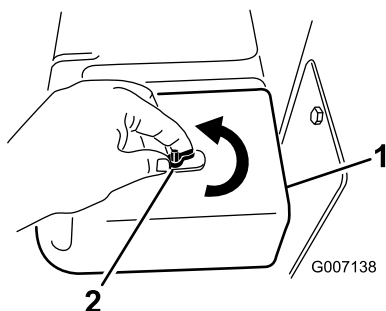

Figura 49
4. Retire la tuerca de orejeta de la tapa del limpiador de aire y retire la tapa (Figura 49).
3. Instale la tapa del limpiador de aire y fíjela con la tuerca de orejeta (Figura 49).